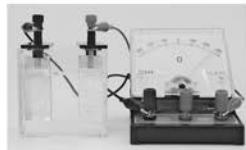

图 5.22 原电池实验装置
- 把铜片、锌片分别用导线连接，并接入灵敏电流计（图 5.22），观察和记录实验现象。
- 建议采用动画的方式，模拟装置（图 5.22）中电子得失与转移的历程，从微观视角揭示原电池的工作原理。